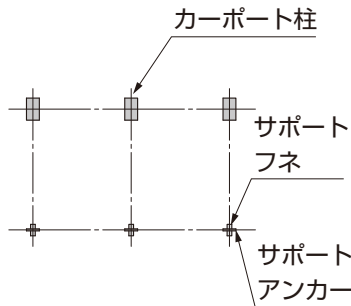
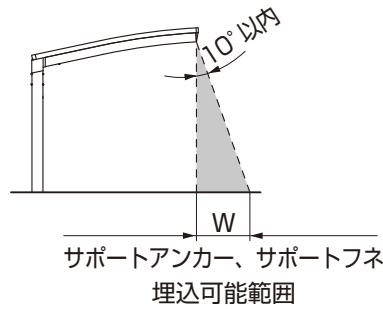

図2-1
図2-2
①サポートアンカーとサポートフネの基礎位置を決めてください。(図2-1、図2-2参照)